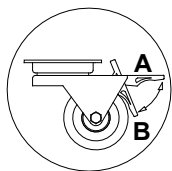

Рис.6 Колесный, передвижной комплект
- Оборудование установить на ровном и достаточно твердом основании, а затем выровнять при помощи ножек. В случае передвижных устройств следует применять блокаду колес с целью их предотвращения во время эксплуатации Рис.6 (стр.38) !